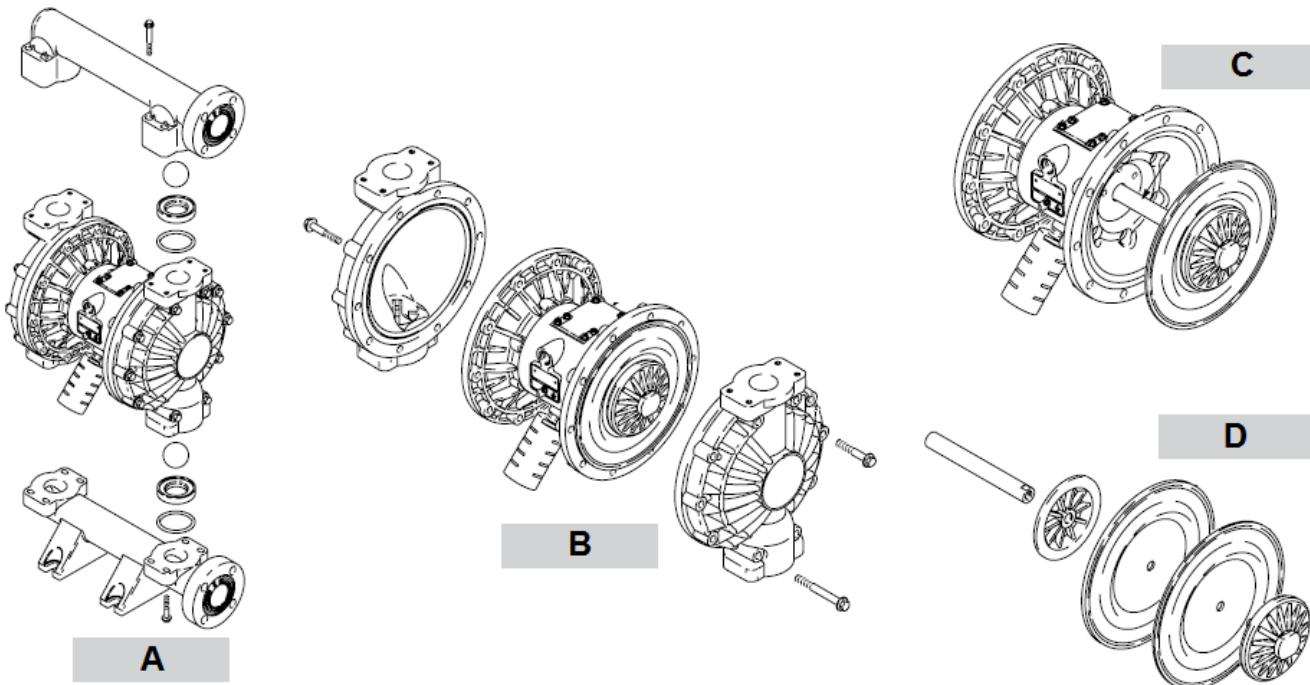

Рисунок 8 (A, B, C, D). Порядок замены мембран насоса
4. Отсоедините верхний и нижний манифольды (коллекторы). (Рисунок 8 А)
5. Разберите рабочие камеры (рис. 8 В).
6. Извлеките мембранные элементы (рис. 8 С и D).